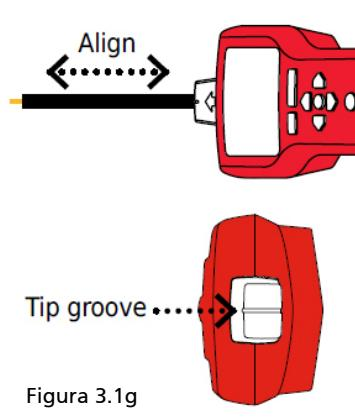

Figura 3.1g
- Posicionamiento del receptor: Para obtener mejores resultados, alinee la marca del sensor de punta con la dirección del cable como se muestra. Si no se alinea correctamente, es posible que se pierda la señal. (Consulte la Figura 3.1g).